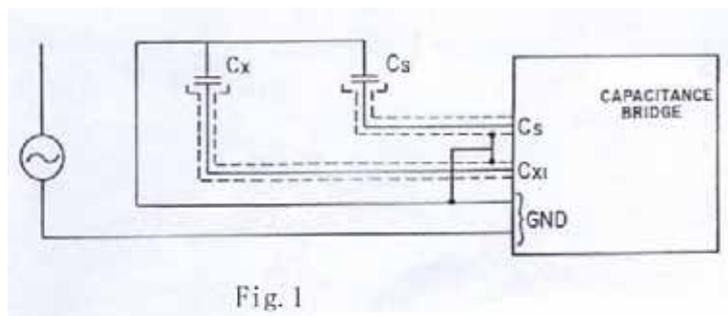
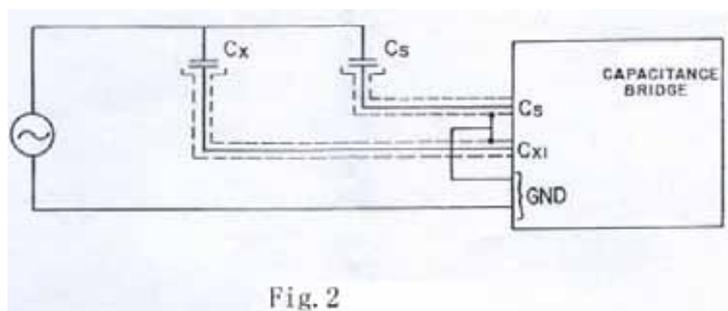

Fig. 1
Fig. 2
① 在标准电容侧的最大电流不得超过 10mA,在试验时应引起注意。为了获得最大的分辨率, I_{cs} 不应小于 1mA。
② 用专用测量电缆线将标准电容接到电桥背面 C_s 插座,被测试品接到 C_{xI} 插座见图 1。
③ 将倍率开关置于相应的位置上,再将 C_x 测量型式选择置于“3”(三端测量)。
④ 按照图 2 接线。
⑤ 打开电源开关。
⑥ 在未加试验电压之前,逐渐增加灵敏度,利用电桥的高灵敏度而进行初步平衡,寻找出一接进平衡的数值,以避免施加试验电压后由于极大不平